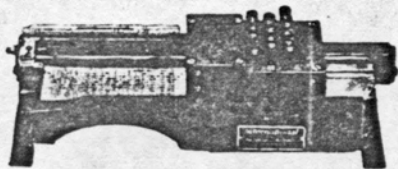

Fig. 2. — Perforatrice Hollerith.
*Perforatrices*. — La perforatrice ordinaire (fig. 2) se compose essentiellement d'un chariot transportant la carte sous une rangée de poinçons perforants mis en action par un clavier de 12 touches ; l'opérateur, suivant des yeux le document à transcrire et, au besoin, le code, frappe les chiffres comme sur une machine à écrire : la carte avance automatiquement d'une colonne à chaque coup.